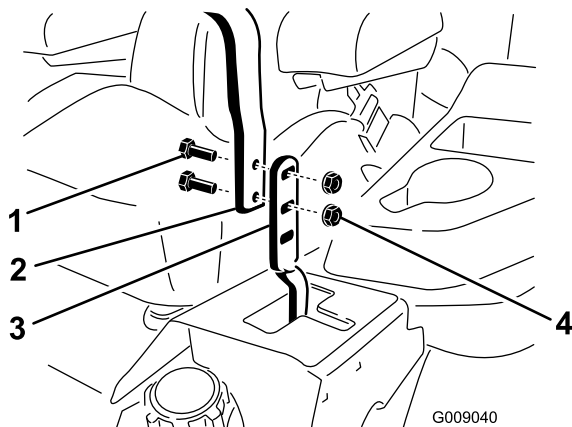

Figure 86
3. Desserrez les boulons et les écrous à embase situés dans les leviers (Figure 86).